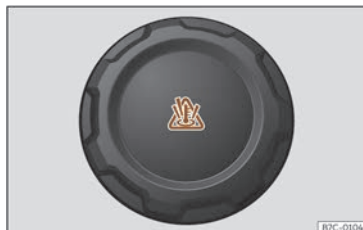

Fig. 202 Compartiment avant : bouchon du vase d'expansion du liquide de refroidissement.
- Le vase d'expansion du liquide de refroidissement du moteur est reconnaissable par le symbole sur le bouchon 📖 >>> **fig. 202**